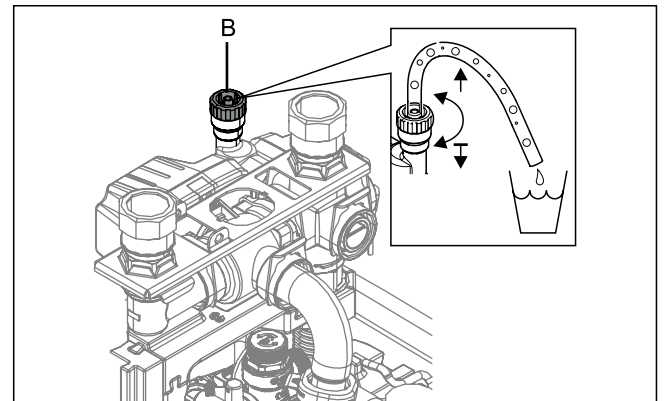

Fig. 9-9 Conectar la manguera de purga
- 2 Equipar la válvula de purga manual (Fig. 9-9, pos. B) con una manguera y guiarla hacia fuera del equipo. Abrir la válvula hasta que salga agua.